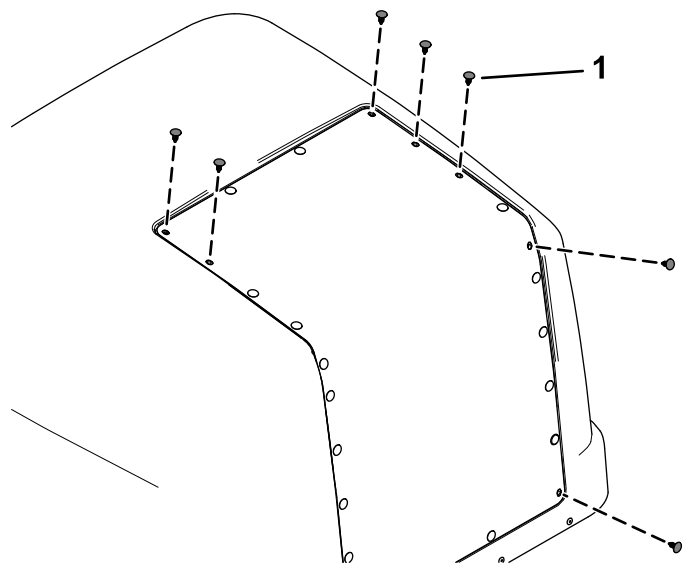

Bild 28
8. Entfernen Sie die sieben, in Bild 28 abgebildeten Kunststoffstopfen von der Haube.